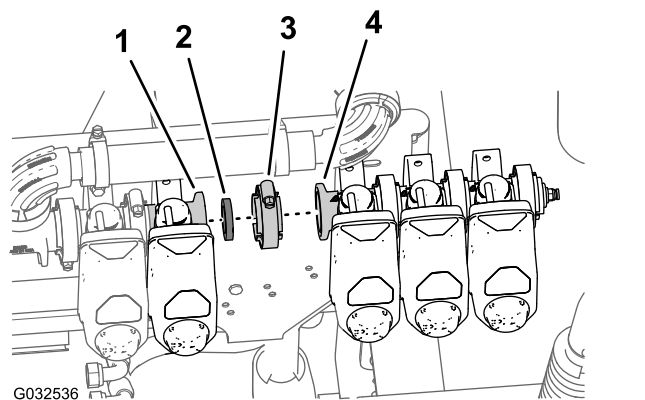

图91
- 将垫片和左喷洒臂段阀标记为喷嘴阀 8 的法兰与喷嘴阀 7 的法兰对齐 图91。
- 用法兰夹具将垫片和喷嘴阀 8 松松固定到喷嘴阀 7 上 图91。